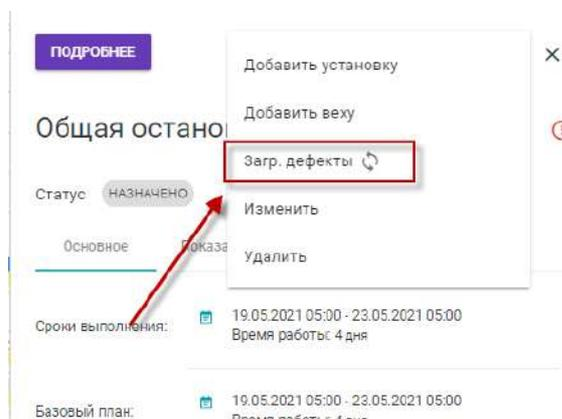

Рисунок 25 — Ошибка логики дат
4. Наведите курсор мыши и щелкните по элементу «Загружать дефекты из 1С:ТОиР» (см.рис.25);